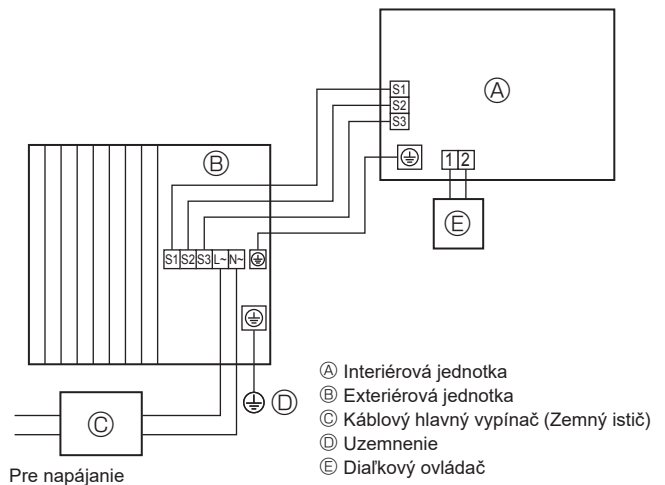
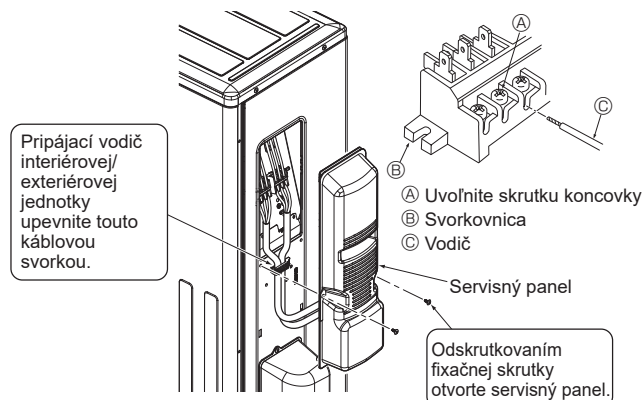

Fig. 6-1
Fig. 6-3
6.1. Exteriérová jednotka (Fig. 6-1, Fig. 6-2, Fig. 6-3)
① Zložte servisný panel.
② Zapojte káble podľa Fig. 6-1, Fig. 6-2 a Fig. 6-3.